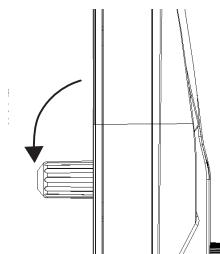

Fig.6
- Premere di 90° verso il basso il vano della cartuccia CO₂, che si trova nel coperchio e rimuovere il vano (fig. 6).